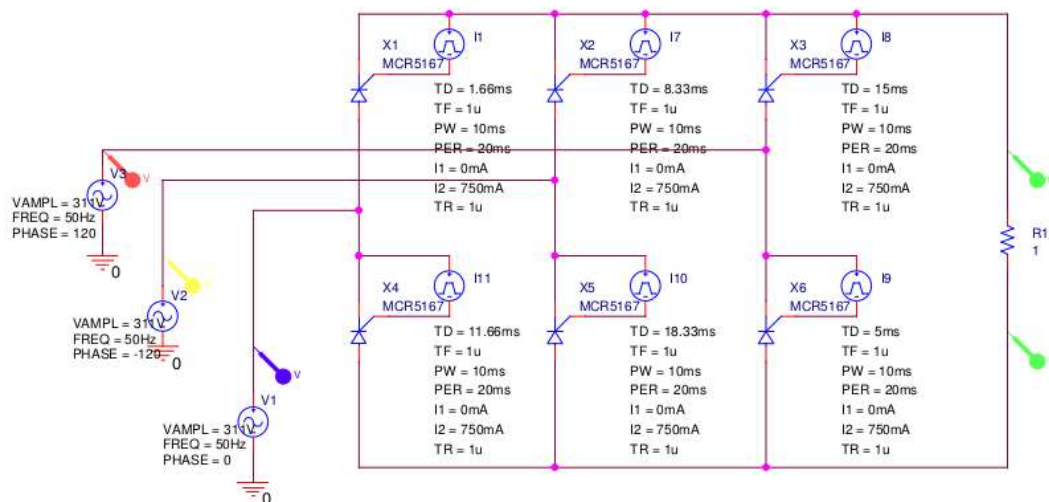

Figura 3
Para cargas R, RL y RLE. A partir de la figura 3, cambiamos los tiempos de demora (TD) según corresponda y la carga para los siguientes casos.